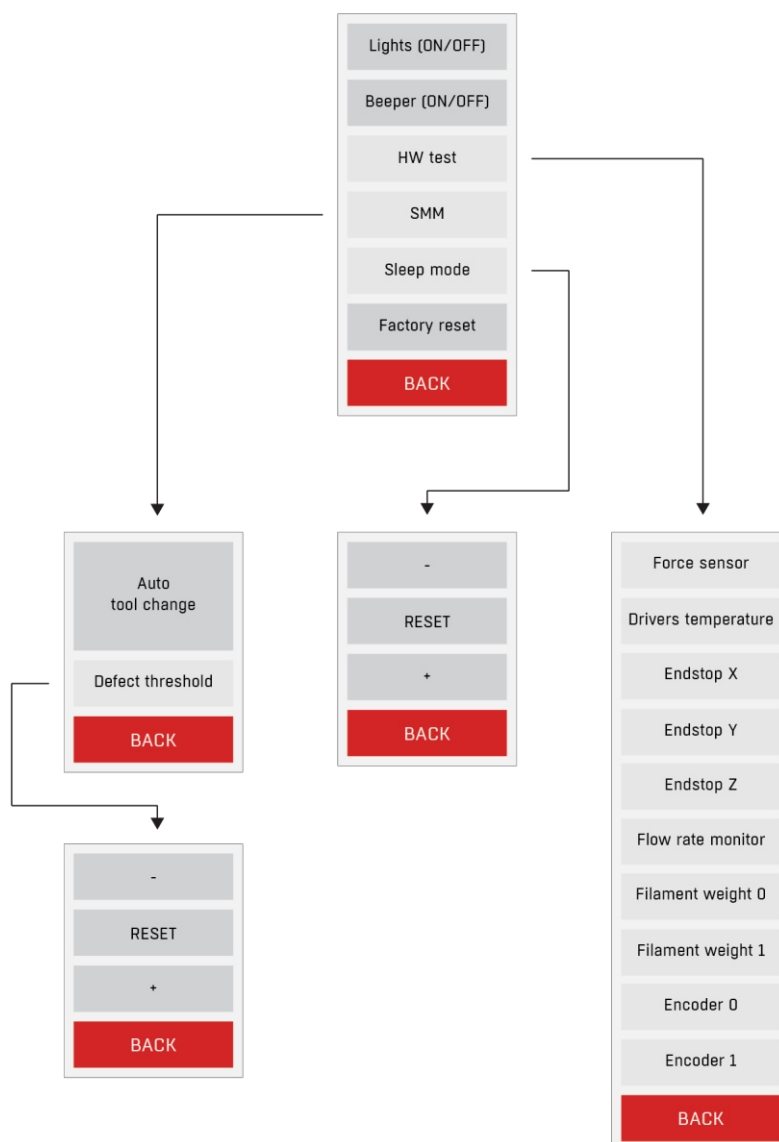

Рис. 53 Структура меню Configuration
- Меню конфигурации (CONFIGURATION) – рис. 53